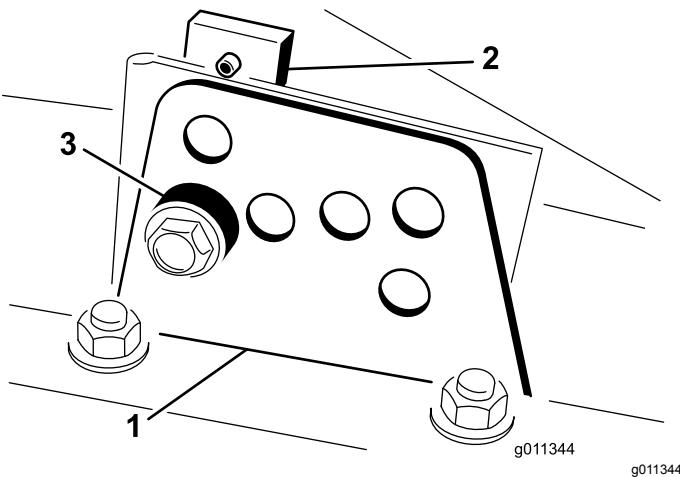

Figura 8
2. Allentate il bullone che fissa ogni staffa dell'altezza di taglio alla relativa piastra (lati anteriore e laterali) (Figura 8).
4. Supportate l'alloggiamento e togliete il distanziale (Figura 8).